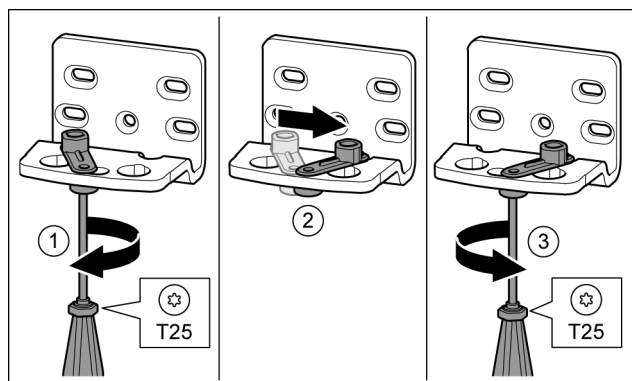

Fig. 15
- Отпустить винт отверткой T25. Fig. 15 (1)
- Приподнять фиксатор двери и, повернув на 90° вправо, вставить в отверстие. Fig. 15 (2)
- Затянуть винт отверткой T25. Fig. 15 (3)